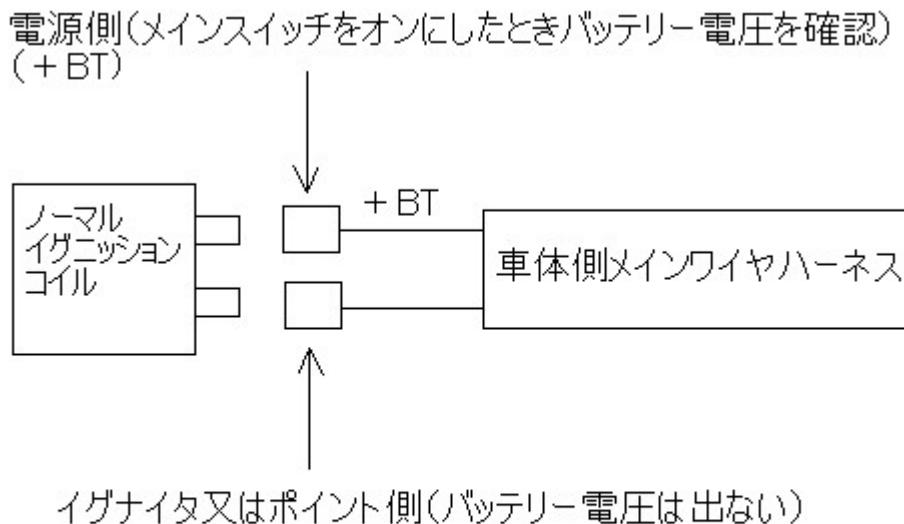

図1 電源側の確認
- ① ノーマルイグニッションコイルを取り外して下さい。取り外した後、車体側の配線端子で電源側、イグナイタ側をテスターで確認して下さい(図1参照)
- ② SP2パワーコイルとプラグコードを7、8ページ「プラグコードコネクタ装着方法」に従って接続して下さい。コード／キヤップは、高電圧によるリーク防止の為、新品又は同様品を使用して下さい。
- ③ SP2 パワーアンプの位置を設定し両面接着シートで固定して下さい。アンプは熱を発生しますので風通しに十分注意してください。